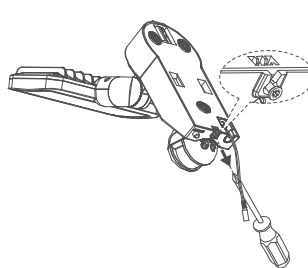

Bild 1
- Lossa de båda skruvarna (Bild 1) i väggfästet
OBS: När man byter batteri måste omkopplaren på lampenheten stå på OFF och solcellsmodulens kontakt tas bort från huvudenheten. För det första, för att byta batteri öppnar man huvudenhetens hölje enligt vad som beskrivs i avsnittet "Huvudenhet" i bild 1 och 2. Ta bort batteriet från hållaren och byt ut det mot ett nytt. Om möjligt laddar man upp batteriet innan med en vanlig batteriladdare för 1,2 V AA Ni-MH batterier. Om uppladdning med en batteriladdare inte är möjlig, skall man följa avsnittet "FÖRSTA UPPLADDNINGEN AV SOLCELLSLAMPAN". Sätt ihop apparaten i omvärd ordningsföljd.